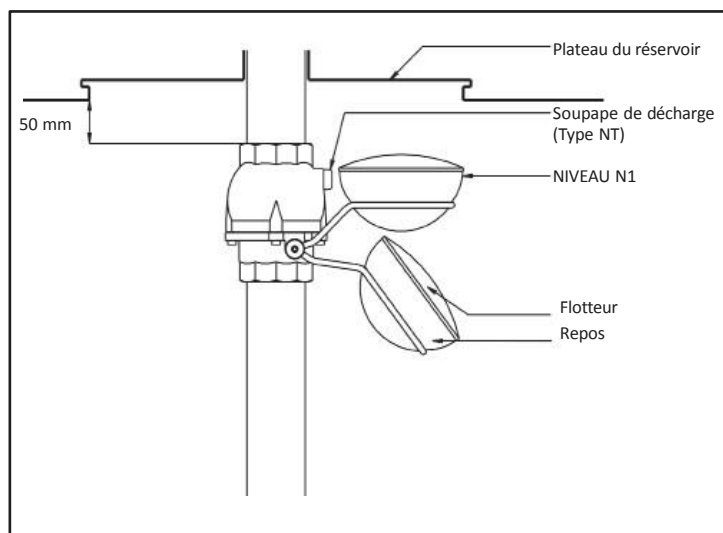

Figure 2
- 2 : Monter le Limiteur de Remplissage sur la douille du tuyau sous le plateau de trou d'homme en plaçant le flotteur sous le testeur. La cote de 50 mm minimum entre le dessus du limiteur et le générateur du réservoir doit absolument être respectée. (Figure 2)